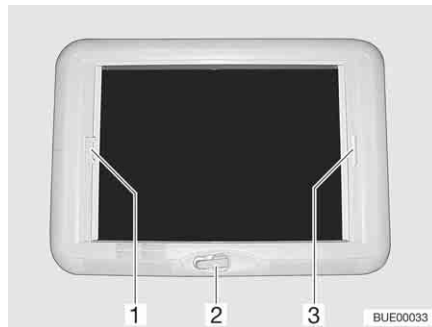

Bild 123 Vevmanövrerad taklucka
- Vrid på handveven (Bild 123,2) tills ett motstånd känns.
**Stänga:** ■ Drag i plisségardinens handtag (Bild 123,3) och släpp i önskad position. Plisségardinen stannar i denna position.
**Stänga:** ■ Drag, med handtaget (Bild 123,1), insektskyddet till plisségardinens handtag (Bild 123,3) på den motsatta sidan, där det hakas i.
**Öppna:** ■ Tryck insektskyddet handtag (Bild 123,1) bakåt, uppåt och haka av insektskyddet från plisségardinen (Bild 123,3).